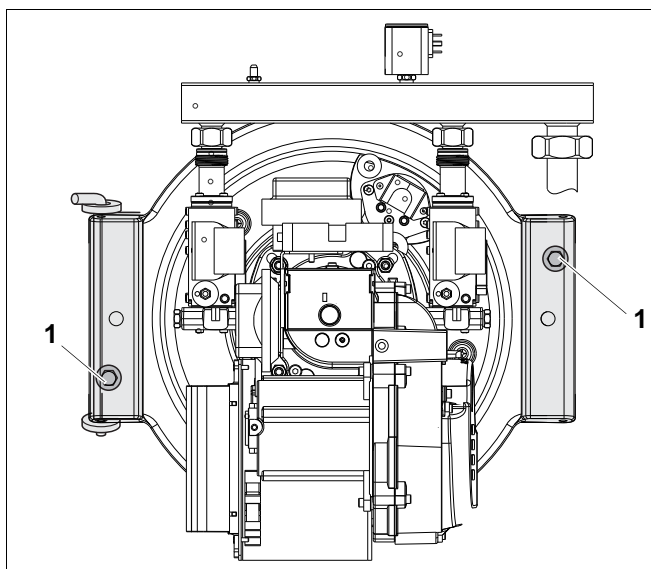

Рис. 25 Болты на дверце горелки
- Равномерно отверните болты на дверце горелки (рис. 25, поз. 1).